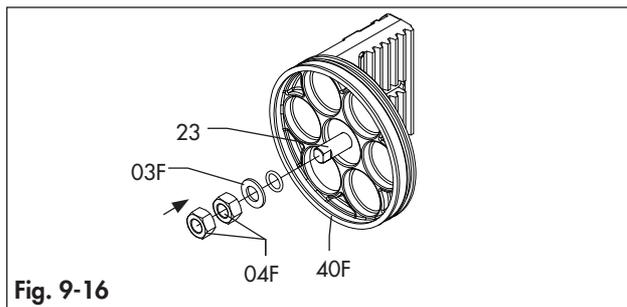

Fig. 9-16
- fissare le viti d'arresto (221G/222G/24) nelle cuffie (30R/30E) come illustrato nella Fig. 9-16.